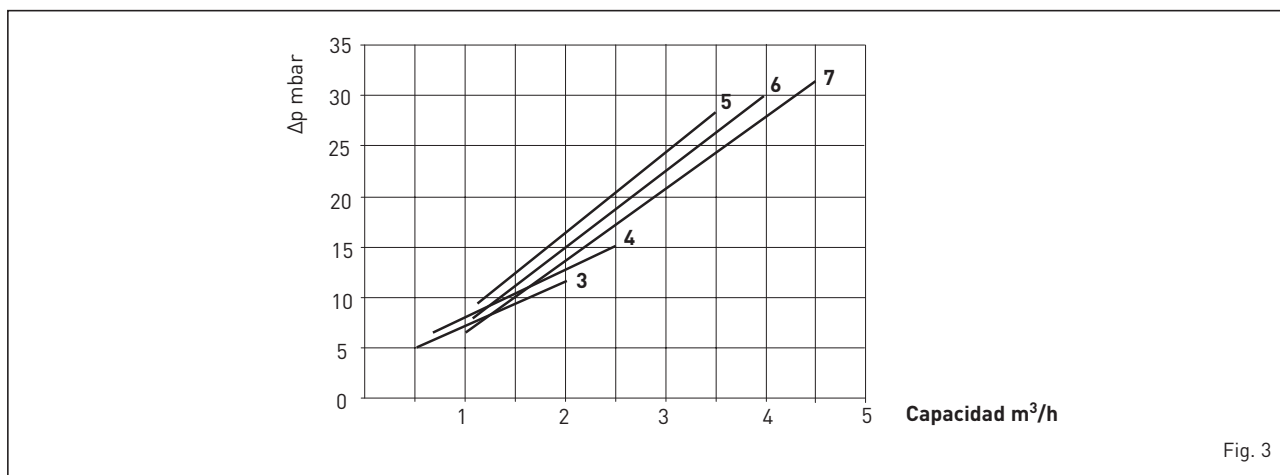

Fig. 3
**3.4 PÉRDIDAS DE CARGA (fig. 3)**